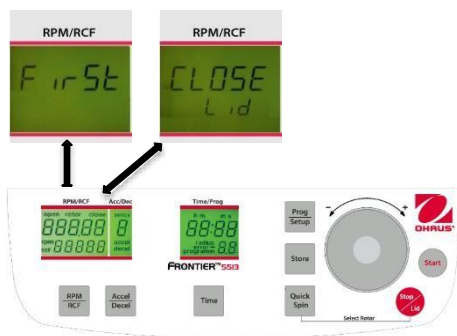

Figura. 20
Se i campioni sono sensibili alla temperatura, è utile preraffreddare la centrifuga, il rotore e in ultimo i contenitori alla temperatura di funzionamento necessaria. Perciò, inserire il rotore desiderato e preimpostare la rispettiva temperatura. Si avvia il ciclo premendo simultaneamente i tasti **"Temp/Setup"** (13) (fare riferimento alla figura 20) e **"Time"** (6). Durante il funzionamento, il gruppo sceglie automaticamente una velocità di rotazione equivalente al 20% della velocità di rotazione del rispettivo rotore. Dopo aver raggiunto la temperatura preimpostata, è possibile lasciare il ciclo di preraffreddamento con il tasto **"Stop"** (10).